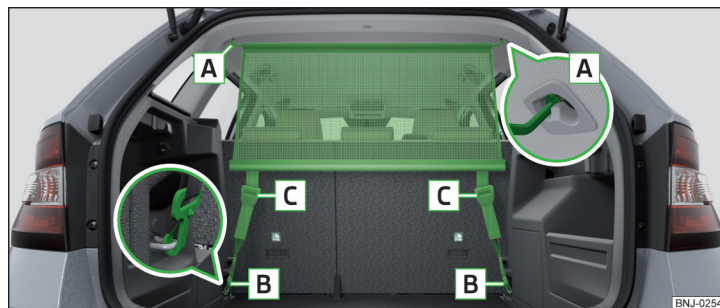

Fig. 98 Rete di separazione dietro i sedili posteriori
- Inserire la barra trasversale nell'alloggiamento **A** » fig. 98 prima da un lato e poi dall'altro e spingerla in avanti. Nello stesso modo inserire la barra trasversale sull'altro lato del veicolo, nell'alloggiamento **A**.